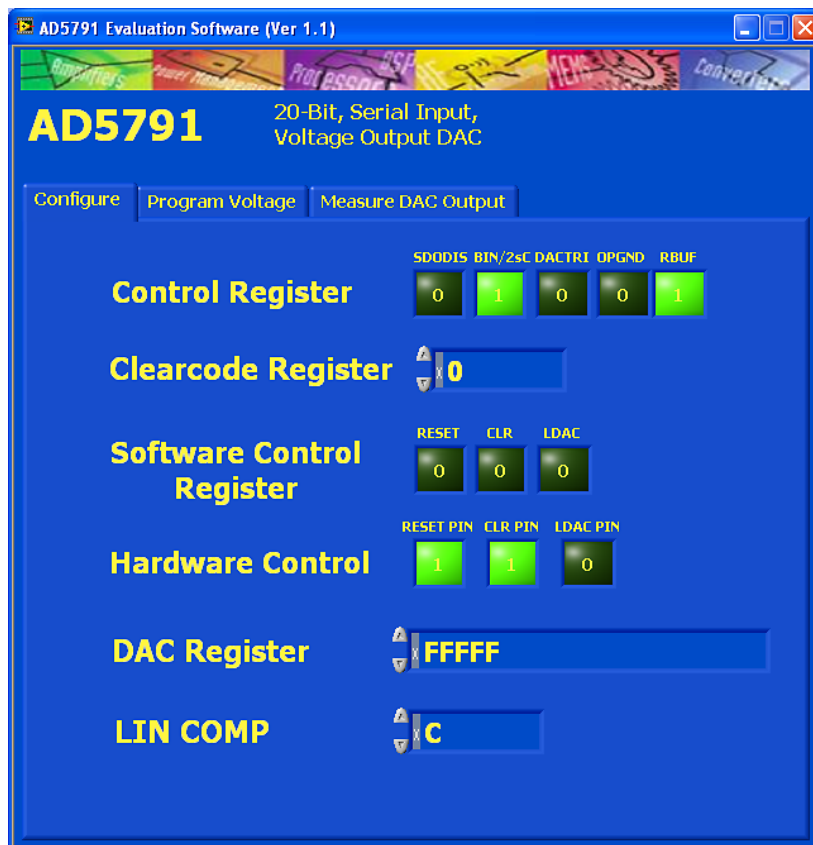

図 3.メイン・ウィンドウ
1. **Start** メニューで、**Analog Devices – AD5791 > AD5791 Evaluation Software**を選択します。ソフトウェアのメイン・ウィンドウが表示されます(図3参照)。
Configure セクションでは、コントロール・レジスタ、クリアコード・レジスタ、ソフトウェア・コントロール・レジスタ、DAC レジスタに対するアクセスが可能で、さらにRESETピン、CLRピン、LDAC ピンの制御を行うこともできます(図3参照)。